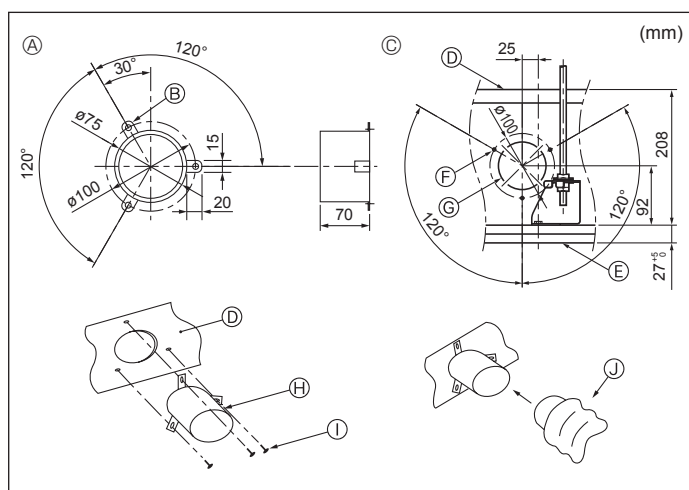

Fig. 2-3
2.3. Installazione del condotto (in caso di ingresso d'aria fresca) (Fig. 2-3)